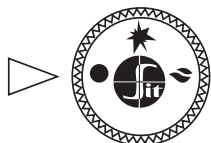

Рис. 8.
- 7.2. В исходном (выключенном) положении ручка управления находится в положении **«точка»** (рис. 8). Пилотная и основные горелки погашены (подача газа к ним заблокирована).